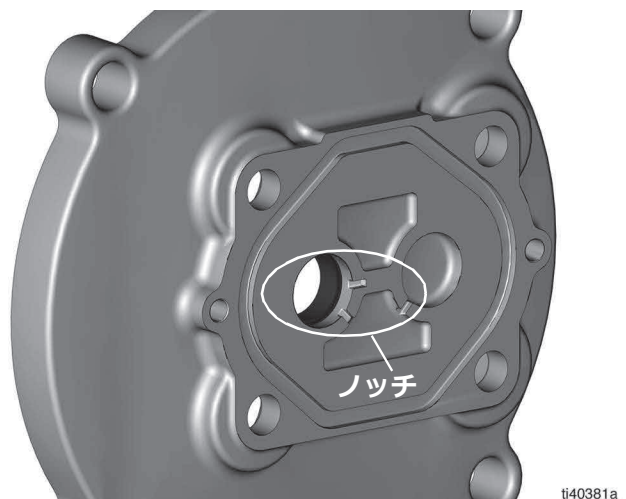
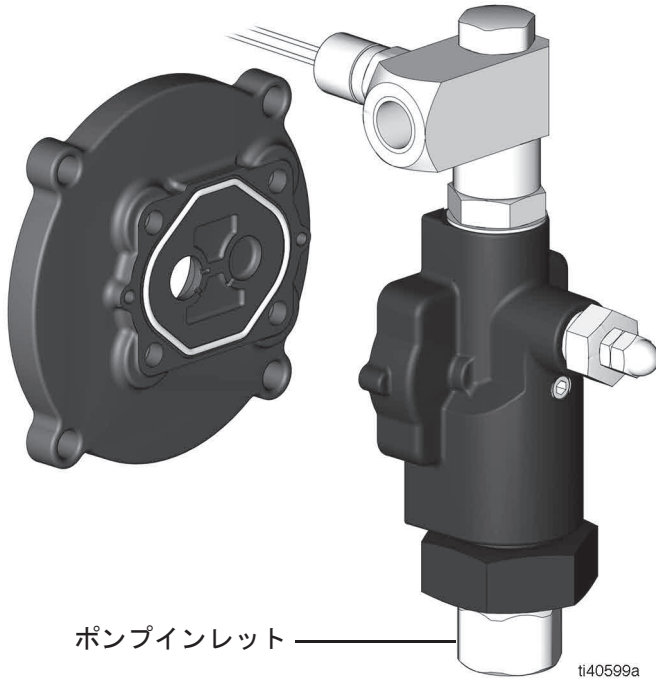

図 37
図 38
3. ノッチがポンプインレットに向くように、アダプタープレートをポンプハウジングに取り付けます (図 37 と 図 38)。